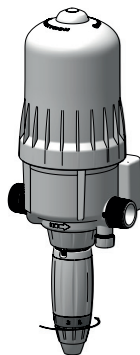

Рис. 14
- Снова завинтите блокировочную гайку дозирования (**Рис. 14**).